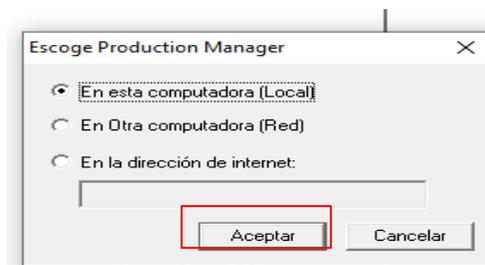

Figura 3.3
3. Una vez seleccionada la opción de Cortar/Plotear te aparecerá una ventana emergente con las opciones que se muestran en la Figura 3.3. Seleccionar “En esta computadora local” y dar clic en “Aceptar”.